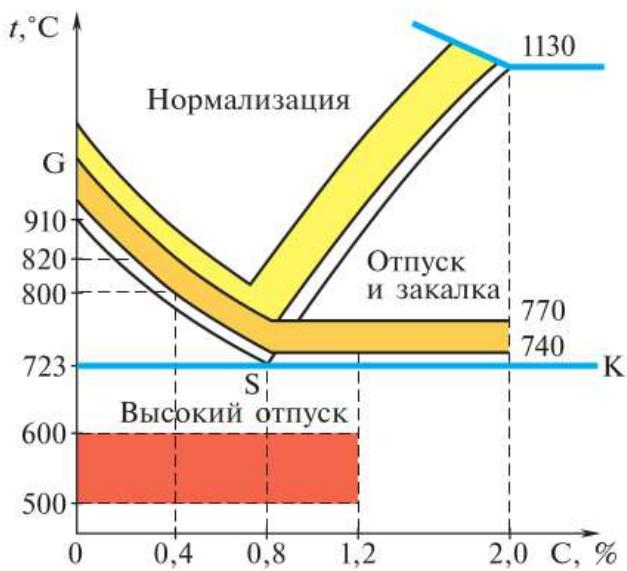

Рис. 5.46. Диаграмма железоуглеродистых сплавов
Температуру нагрева стали определяют по *диаграмме железоуглеродистых сплавов* (рис. 5.46). На горизонтальной оси диаграммы указано содержание углерода (%), на вертикальной — температура нагрева стали (°C). Закрашенные участки диаграммы показывают оптимальные температурные интервалы нагрева стали при различных видах термообработки.
4. Определите температуру нагрева для закалки зубила по диаграмме железоуглеродистых сплавов (рис. 5.46).
Марка стали с содержанием углерода 0,7% является инструментальной. По горизонтальной оси диаграммы (рис. 5.46) находим соответствующую этой цифре точку. Из неё восстановим перпендикуляр до пересечения с графиком. Из точки пересечения проводим параллельную горизонтальной оси линию до пересечения с вертикальной осью. По этой точке определяем необходимую температуру нагрева. Она по графику равна примерно 730 °C. Учитывая, что температура закалки должна быть на 30—50 °C выше установленной по графику, определяем необходимый нагрев при закалке: 760—780 °C.